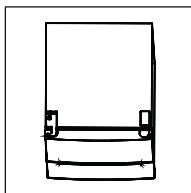

Рисунок 27
9. Приложите верхнюю дверь. Убедитесь, что она выровнена по горизонтали и вертикали, чтобы все уплотнения были закрыты по всем сторонам, перед тем как затягивать верхние петли. Прикрутите петлю к верхней части прибора (рис. 27).